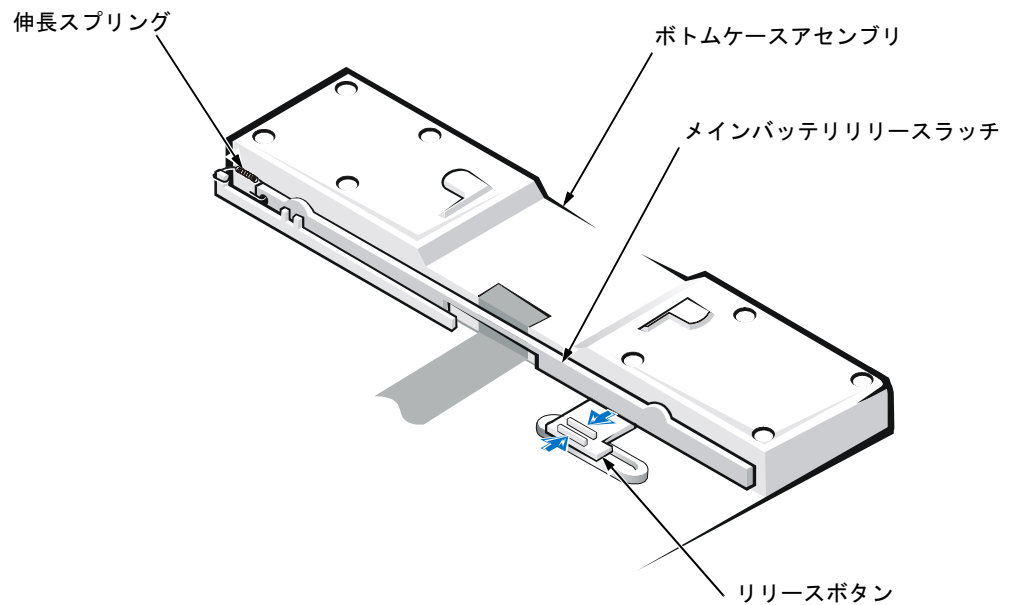

図 24 メインバッテリーリリースラッチの取り外し
6. 先の細いプライヤーを使って、リリースボタンの後ろにある 2 つのタブを一緒につかみます。バッテリーリリースラッチの上部を握り、慎重に上向きに引き上げて、リリースボタンアセンブリから離します (図 24 参照)。